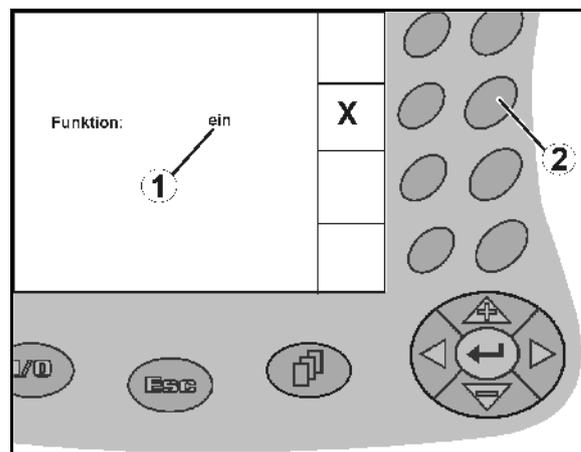

Рис. 15
- Нажмите функциональную кнопку (Рис. 15/2)
- Функция **ВКЛ** (Рис. 15/1).